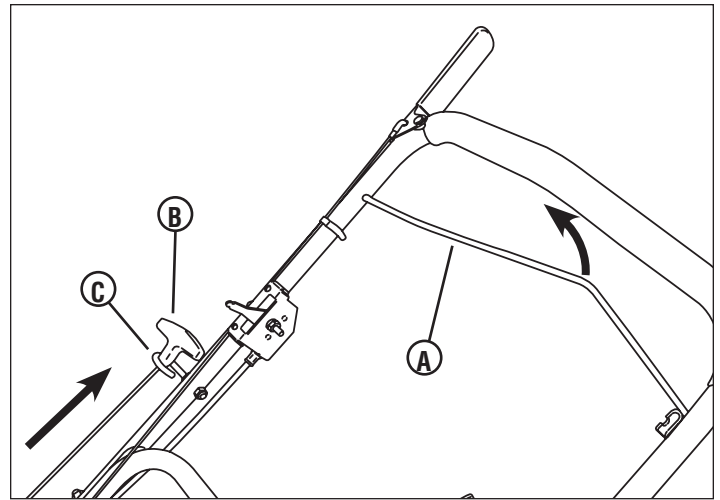

Figure 7
7. Presser la commande de pale (A, Figure 7) contre la poignée supérieure, saisir le lanceur du moteur (B) et tirer fermement au-delà du guide du cordon du lanceur (C) sur le côté droit de la poignée supérieure. Accrocher le cordon du lanceur dans l'oeil du guide de cordon.